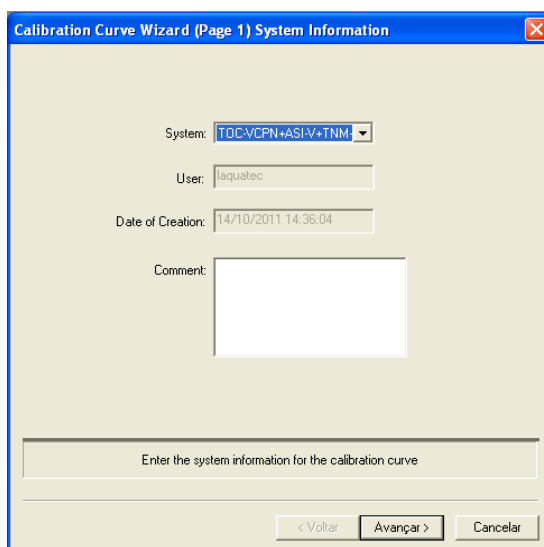

Figura 8.1.2 – Janela de seleção do sistema de TOC.
2. Abrirá uma janela igual amostrada na Figura 8.1.2. Nesta janela deverá ser escolhido o sistema a ser utilizado, etc. Como o LAQUATEC possui apenas um sistema ligado ao computador, aparecerá somente uma opção. Clicar em avançar.